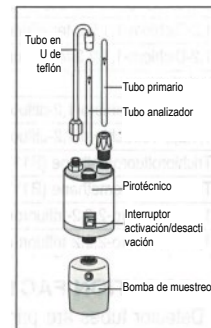

fig. 1
5. Inserte el tubo primario y el tubo del analizador en el pirotécnico de Gastec con la flecha () en **G** apuntando hacia el pirotécnico de Gastec (fig. 1).